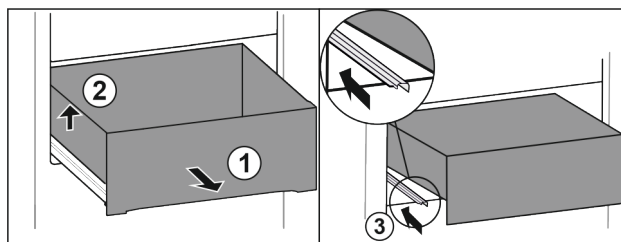

Fig. 74
- ▶ Extraiga el cajón hasta el tope. Fig. 74 (1)
- ▶ Levante el cajón por la izquierda. Fig. 74 (2)
- ▶ Retraiga la guía izquierda. Fig. 74 (3)